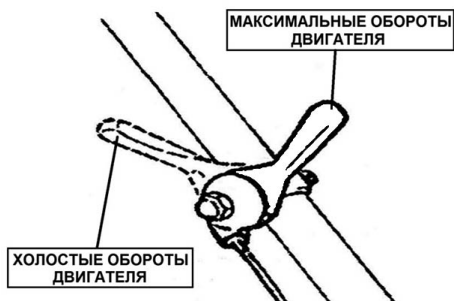

Рис. 10 Рычаг газа
3. Переведите рычаг газа на 1/3 хода в сторону положения максимальных оборотов двигателя (Рис. 10).
1. Переведите двигатель в режим холодного хода, для этого переведите рычаг газа в положение холостых оборотов двигателя (Рис. 10).